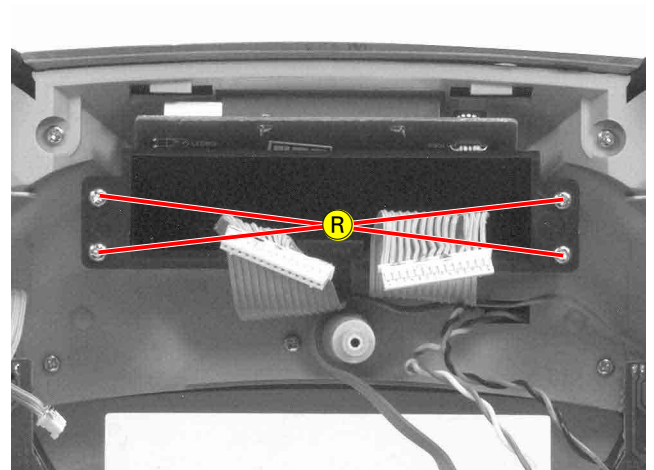

Fig. 15
- 4 Schrauben ② (Fig. 15) herausdrehen.
- Undo 4 screws ② (Fig. 15).